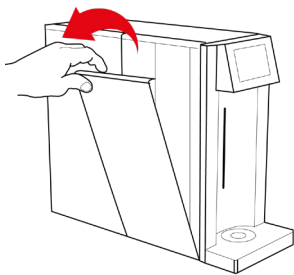

Fig. 1-13
33.2 – Mantenere l'apparecchio verticale con una mano e con l'altra tirare il pannello laterale sinistro della macchina verso l'esterno fino a completa estrazione, vedi Fig. 1-13. Una volta estratto il pannello, posizionare lo stesso in sicurezza per evitare cadute o possibili rotture.